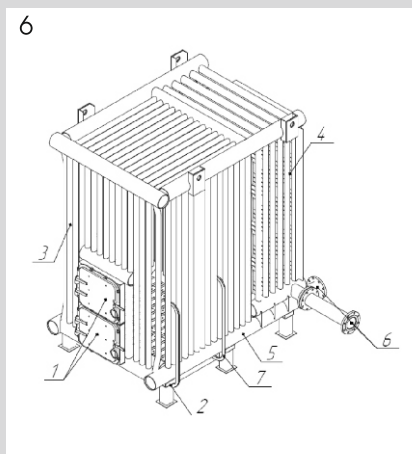

Рисунок 8 -
- пароводогрейные (рисунок 8);
- автоматические (возможна работа без постоянного присутствия персонала, при сжигании любого вида топлива. Рисунок 8, 9, 11).